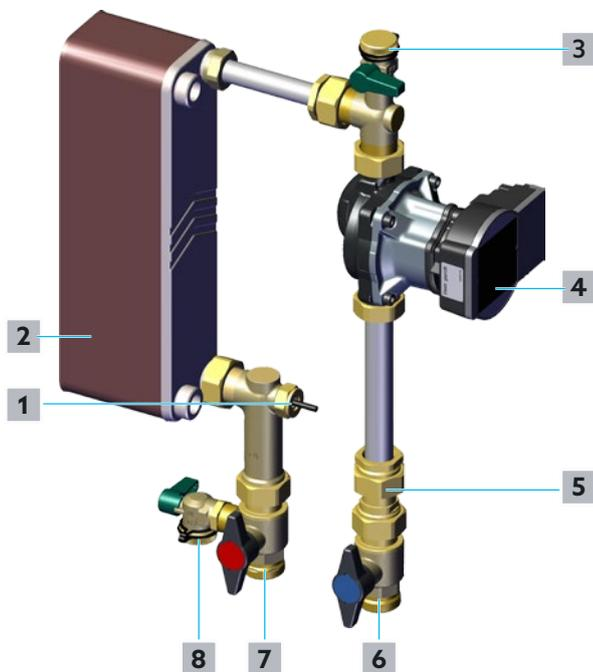

Fig. 18 - Riempimento e sfiato del circuito serbatoio
- 1** Aprire lentamente il rubinetto a sfera di blocco della mandata del circuito d'accumulo (vedere posizione **7** in Fig. 18 a pagina 25 e posizione **2** in Fig. 2 a pagina 12).
- 2** Svitare il tappo di chiusura del rubinetto a sfera di carico e scarico della caldaia di circuito d'accumulo di ritorno (vedere posizione **3** in Fig. 18 a pagina 25 e posizione **9** in Fig. 2 a pagina 12).
- 7** Aprire lentamente il rubinetto a sfera di blocco della mandata del circuito d'accumulo (vedi posizione **6** in Fig. 18 a pagina 25 e posizione **9** in Fig. 2 a pagina 12).